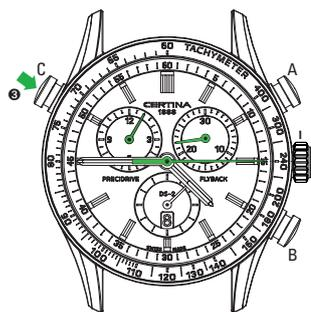

Fig. 6
- C** RESTART (recupero) (secondo la Fig. 6)